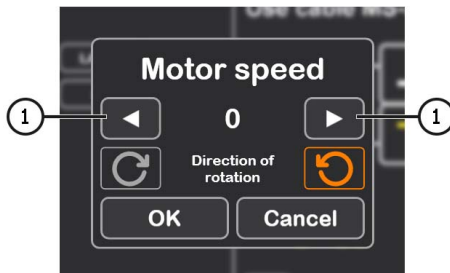

Рисунок 26.
4.1. После активации режима диагностики откроется окно предварительной проверки генератора см. рис. 26.
4.2. Кнопками управления приводом генератора (см. поз. 1 рис. 26) установите скорость вращения шкива генератора в пределах от 100 до 150 об/мин.
4. Перед активацией режима диагностики появиться откроется окно предварительной проверки генератора см. рис. 26.
4.1. Кнопками управления приводом генератора (см. поз. 1 рис. 26) установите скорость вращения шкива генератора в пределах от 100 до 150 об/мин.
5. После нажатия на кнопку **«Automatic test»** появится открытое окно предварительной проверки генератора см. рис. 26.
5.1. Кнопками управления приводом генератора (см. поз. 1 рис. 26) установите скорость вращения шкива генератора в пределах от 100 до 150 об/мин.
5. Нажмите на кнопку **«Manual test»**, откроется окно предварительной проверки генератора см. рис. 26.
6.1. Кнопками управления приводом генератора (см. поз. 1 рис. 26) установите скорость вращения шкива генератора в пределах от 100 до 150 об/мин.